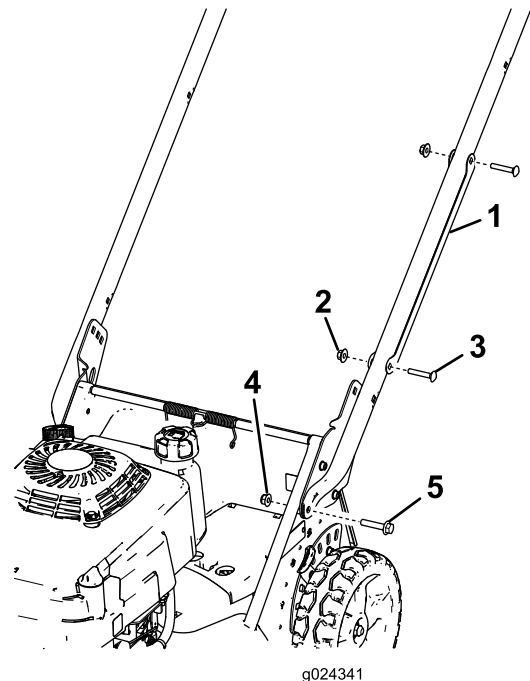

Figura 3
1. Retire los 2 pernos de cuello cuadrado y las 2 arandelas que sujetan el protector de cable al manillar, y retire el protector del cable del manillar (Figura 3).
2. Instale los extremos del manillar en la carcasa de corte con 2 pernos de cabeza hexagonal con arandela prensada (5/16" x 1 1/2") y 2 tuercas con arandela prensada (5/16"), según se muestra en Figura 3.
1. Perno de cuello cuadrado – 5/16" x 1 1/2" (2)
2. Soporte del manillar (2)
3. Tuerca con arandela prensada – 5/16" (2)
7. Posicione el protector de cable en el manillar **con el/los cable(s) dentro del protector**, y sujete el protector al manillar con los 2 pernos de cuello cuadrado y las 2 contratuercas que retiró anteriormente (Figura 3).